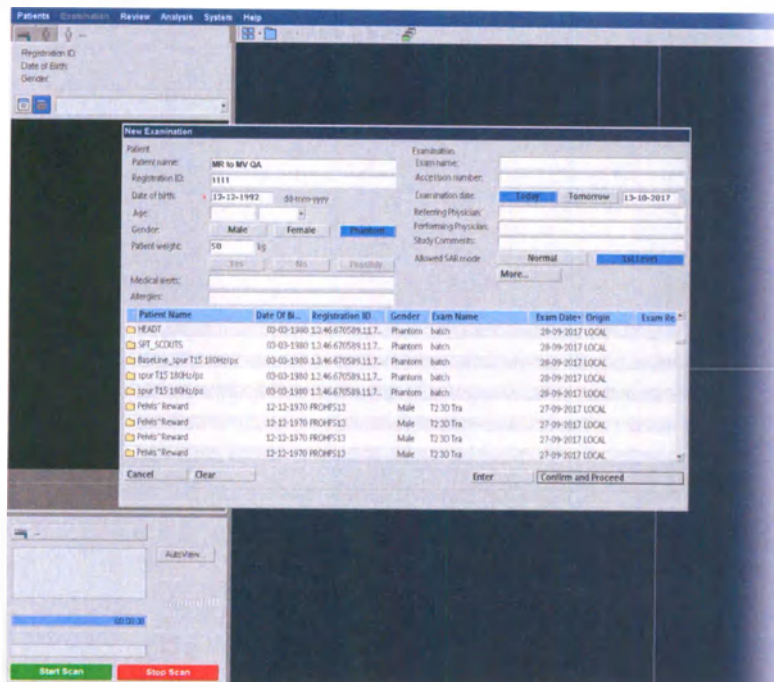

Рис. 7.40 Пример информации о новом пациенте
- б Добавьте новую запись пациента **MR to MV QA** (MP-MB КК) (см. Рис. 7.40), указав для параметра **Gender** (Тип) значение **Phantom** (Фантом), и введите необходимые сведения на экране. Нажмите **Confirm and Proceed** (Подтвердить и продолжить).